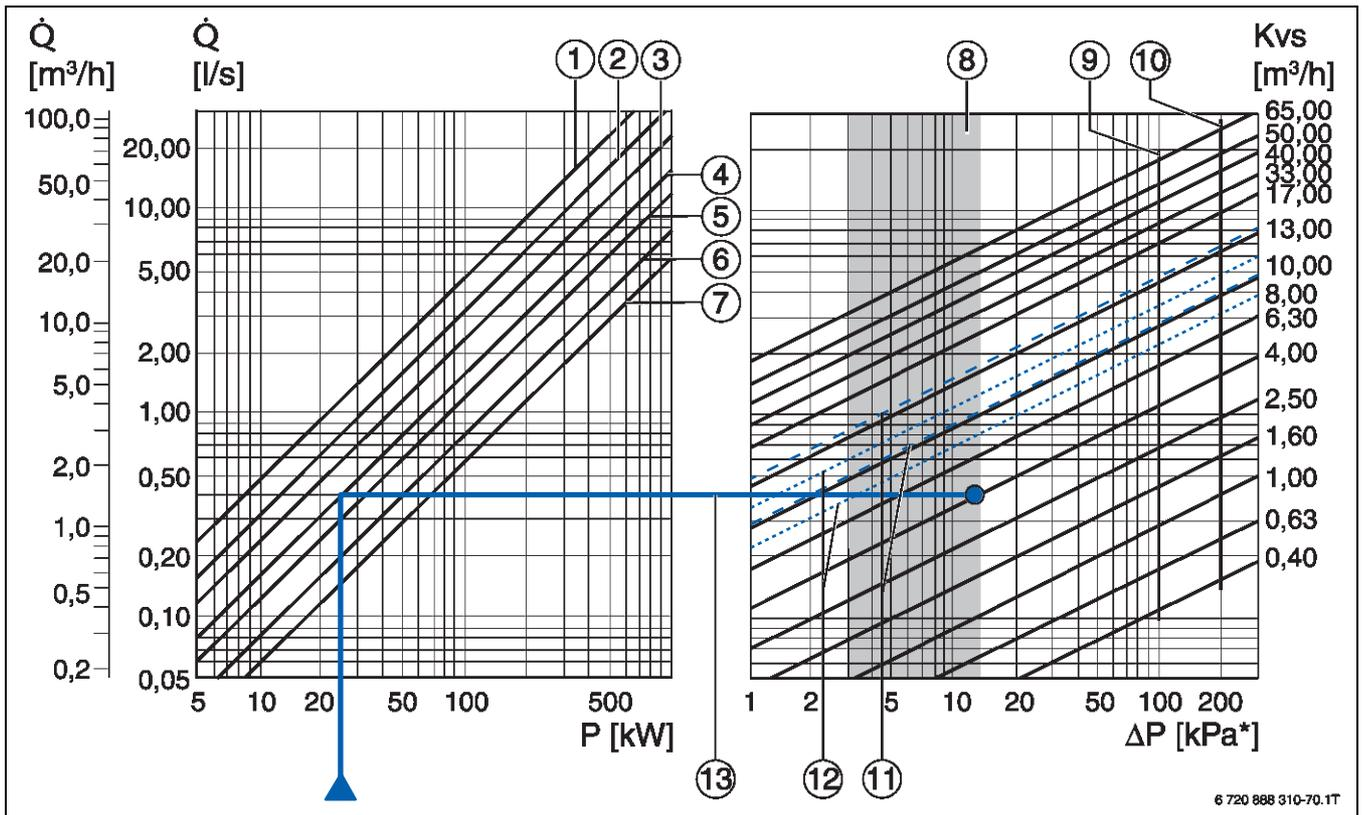

Bild 233 Kennlinie des ESBE-Ventils
**Dimensionierung Heizkörper oder Fußbodenheizung (Beispiel zu Bild 233 Legende Pos. 13)**